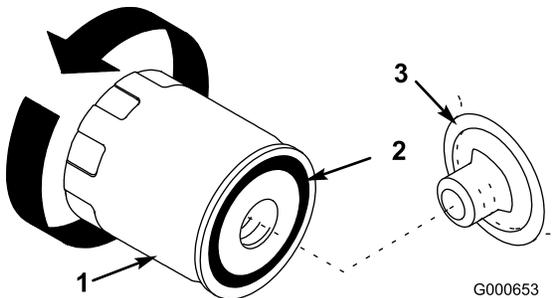

図 31
8. オイル・フィルタを外し、フィルタのアダプタ・ガスケットの表面をきれいに拭く (図 31)。
11. フィルタのガスケットにきれいなオイルを薄く塗る (図 31)。
12. アダプタに新しいフィルタを取り付ける。ガスケットがアダプタに当たるまで手でねじ込み、そこから更に 1/2 回転増し締めする (図 31)。